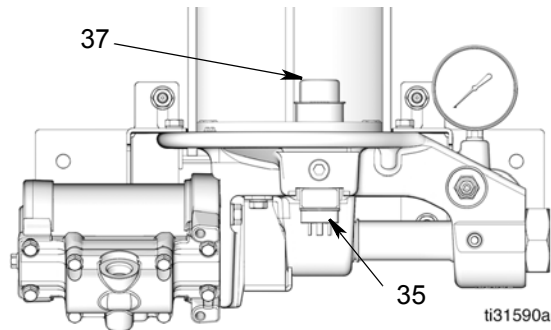

Рис. 11: Поплавок датчика низкого уровня в приподнятом положении
Когда резервуар для смазочного масла полон, поплавков датчика низкого уровня (37) находится в верхнем, приподнятом положении, как показано на Рис. 11.